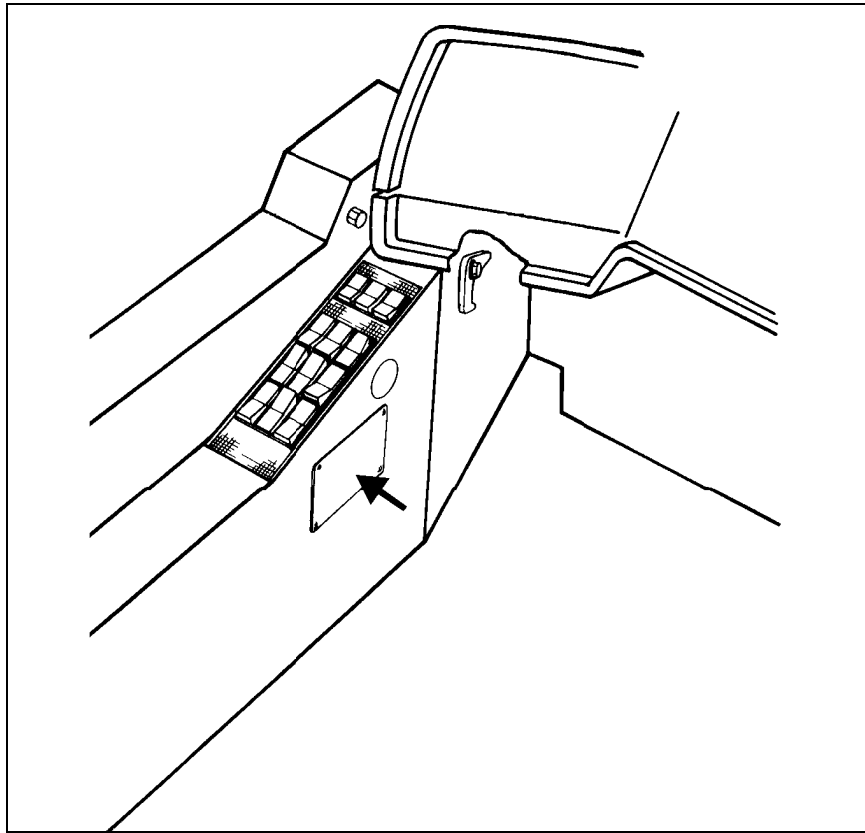

FIGURE 2: LOCALISATION DU CERTIFICAT DU MINISTÈRE DES TRANSPORTS
2. Enlever la mauvaise plaque de certification situé sur le mur à côté du siège du conducteur (Fig. 2).